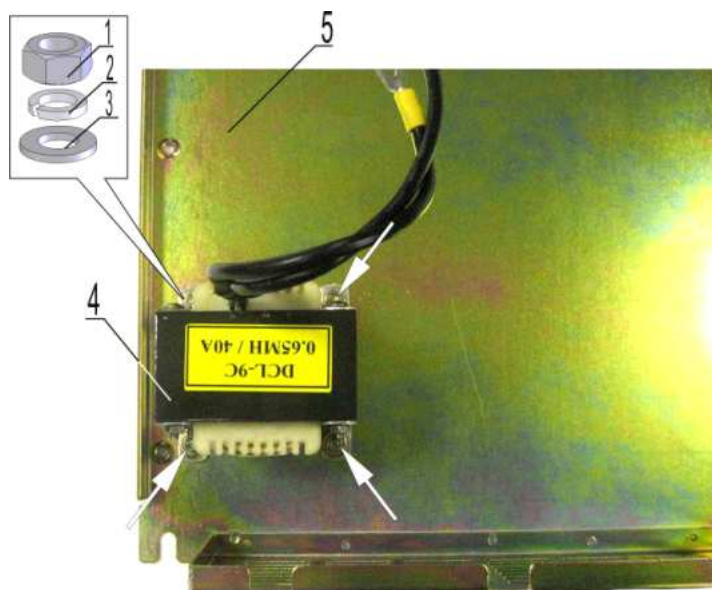

Рис. 6.15
6.9.1. Взять металлическое основание 5 (рис. 6.15).